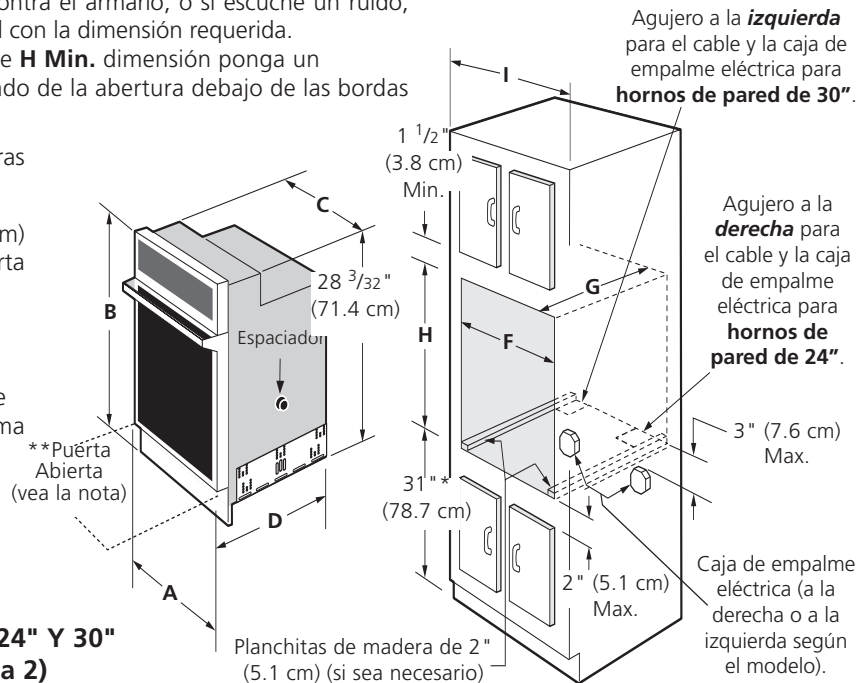

Figura 1
2. Este electrodoméstico debe conectarse a la caja de fusibles (o de cortocircuito), por medio de un cable blindado flexible o un cable con forro no metálico. El cable blindado flexible que va desde el electrodoméstico debe de estar conectado directamente a la caja de empalme. La caja de empalme debe de estar localizada en el lugar que se indica en la Figura 1 o 2, dejando tanto exceso de cable como sea posible entre la caja y el electrodoméstico, de forma que así el electrodoméstico se pueda mover fácilmente, si fuera necesario para hacer una reparación.
La altura del horno puede ser ajustada usando espaciadores de madera de 2" (5 cm) de ancho, cuando sea necesario para adecuarlo a una apertura existente en un gabinete, y cuando la altura de esta apertura exceda la **H Min.** dimensión (vea la figura 1 o 2).